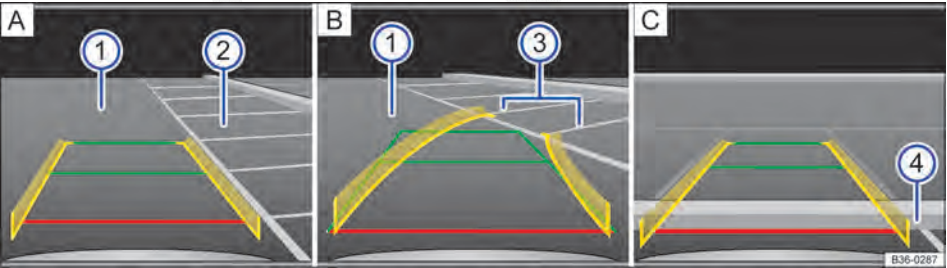

Fig. 205 Exibição do display da câmera de marcha a ré: entrar na vaga no modo 1.
Legenda para Fig. 205:
4.	Posicionar o veículo na frente da vaga de estacionamento  → Fig. 205  .